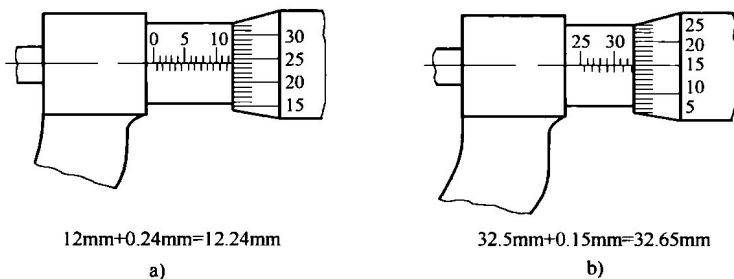

图 1-5 外径千分尺的读数方法
3) 将以上两部分读数相加，就是被测工件的实际尺寸，如图 1-5 所示。